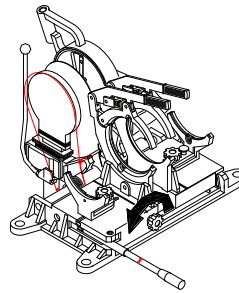

Fig. 9
- Trascorso il tempo di riscaldamento, staccare dalla termopiatra i due lembi da saldare aprendo velocemente i carrelli, ruotare la termopiatra verso l'esterno macchina e riavvicinare le due superfici, il tutto il più velocemente possibile (**Fig. 9**)
- Assembler ensuite rapidement les surfaces avec le levier de pression et augmenter progressivement la pression jusqu'à la pression de soudage souhaitée (voir tableau 5). Bloquer le levier de pression avec le bouton de serrage. (**Fig.9**). Après la durée de refroidissement, ouvrir le bouton de serrage et resserrer le levier de pression pour permettre la détente lente de la pression de soudage.